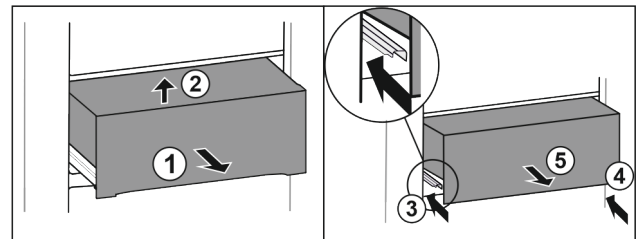

Fig. 24
- ▶ Estrarre il cassetto a metà Fig. 24 (1).
- ▶ Sollevare dal lato anteriore Fig. 24 (2).
- ▶ Inserire la guida a sinistra Fig. 24 (3).
- ▶ Inserire la guida a destra Fig. 24 (4).
- ▶ Rimuove il cassetto tirandolo in avanti Fig. 24 (5).